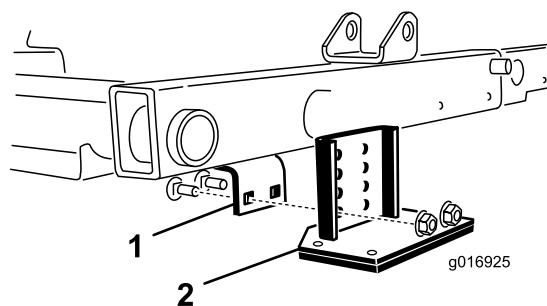

Figure 38
4. Abaissez les unités de coupe et montez le support de basculement sur le cadre au moyen des 2 boulons de carrosserie et des 2 écrous fournis avec le kit (Figure 38).
2. Localisez le support de cadre au-dessus de l'unité de coupe centrale (Figure 38).
3. Appuyez sur le rouleau avant de l'unité de coupe centrale et déterminez quels sont les trous du support de basculement qui doivent s'aligner sur les trous du support de cadre pour obtenir le même contact du rouleau quand le support de basculement est monté (Figure 38).